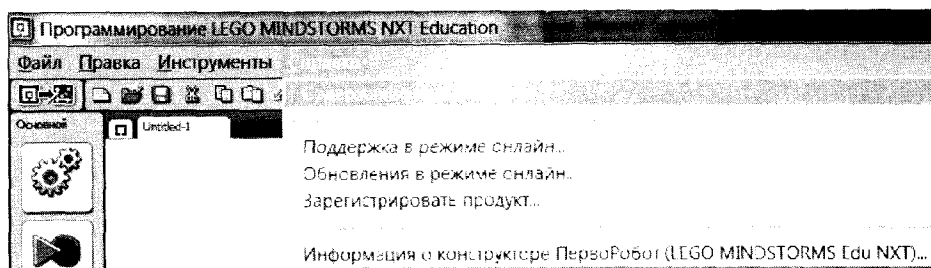

Рис. 10. Вызов справочной системы
2. Вызовите справочную систему, как показано на рис. 10.